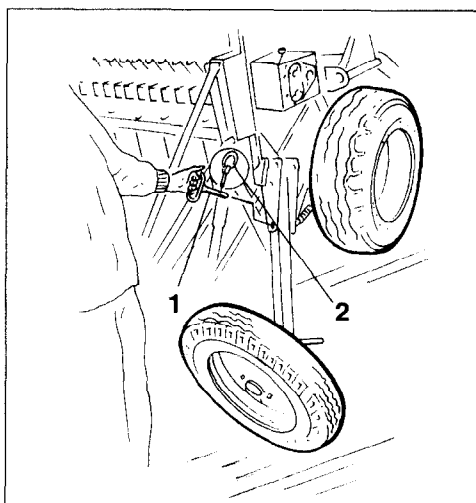

Fig. 20.12
- Fixez la roue de transport "gauche" (fig. 20.12/1) puis verrouillez avec une goupille agricole (fig. 20.12/2).